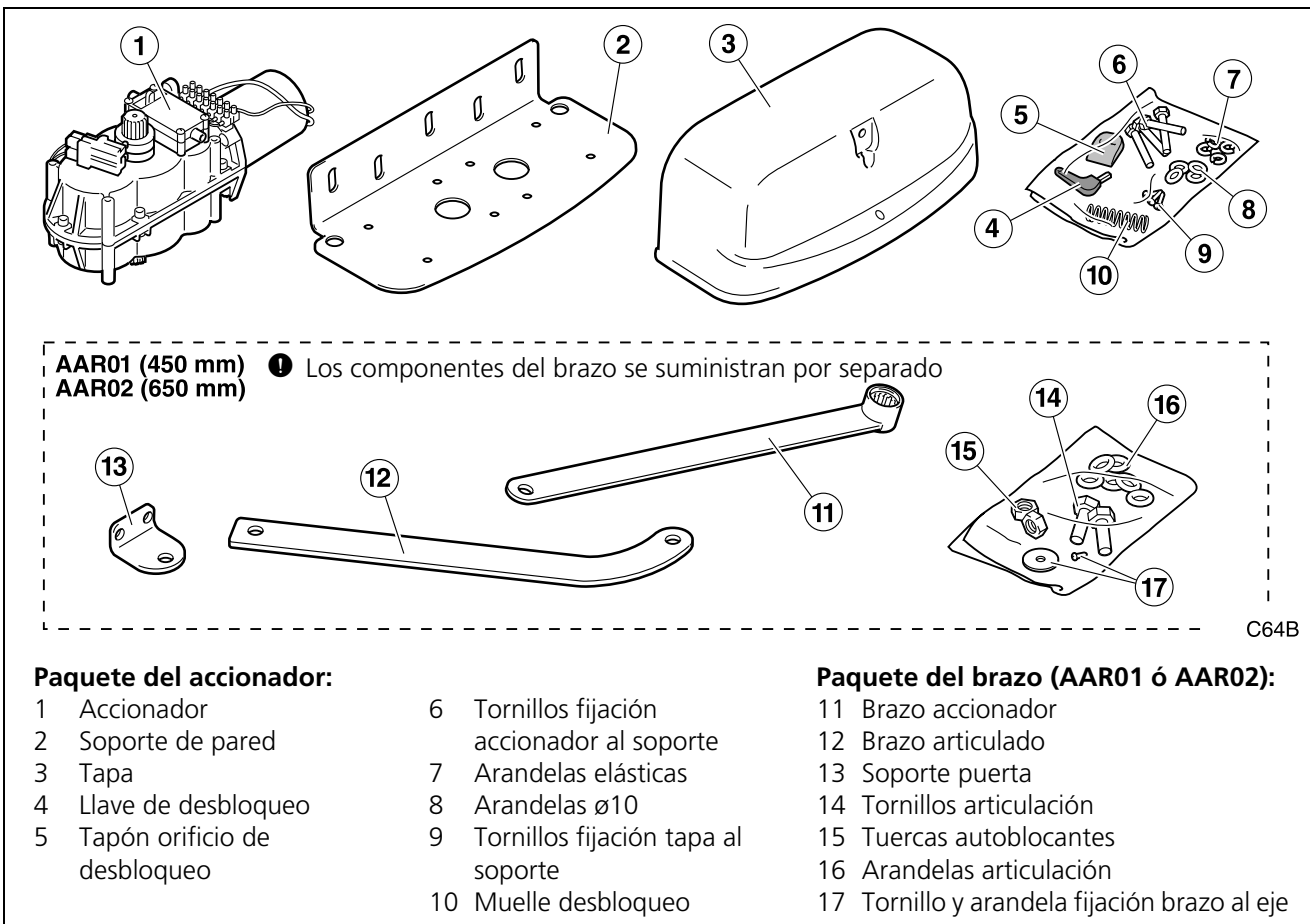

Fig. 2 Contenido y recambios
- 2 Compruebe el contenido de los paquetes (vea “Fig. 2 Contenido y recambios” en la página 5).